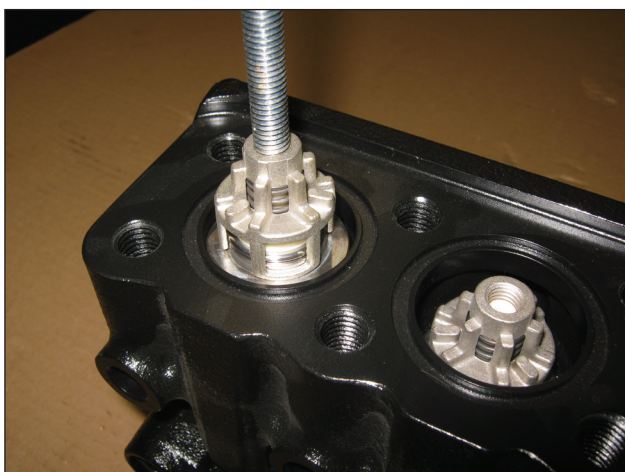

Abb. 18
- Entnehmen Sie die Saug- und Druckventilgruppen mithilfe eines Abziehers mit Schlagwerk Art. 26019400 (Abb. 18).